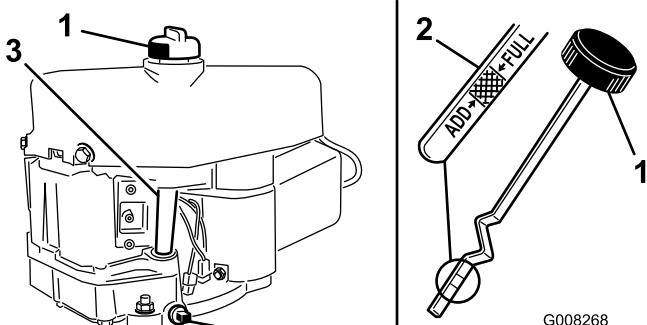

Bild 23
- Nehmen Sie die Ölablassschraube ab, damit das Öl ablaufen kann (Bild 23).
- Reinigen Sie den Bereich um den Ölpeilstab und drehen den Verschlussdeckel ab (Bild 23).
- Gießen Sie ca. 80 % der angegebenen Ölmenge langsam in den Einfüllstutzen (Bild 23).
- Schrauben Sie den Ölpeilstab los und wischen Sie das Metallende ab (Bild 23).
- Schrauben Sie den Ölpeilstab vollständig in den Einfüllstutzen (Bild 23).